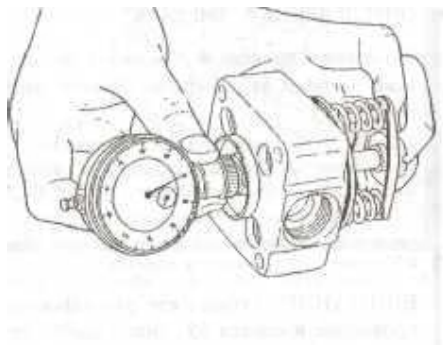

Рис.62. Определение размера "KF"
6. С помощью регулировочных прокладок (48) подберите требуемую величину размера "KF" (рис.62). Прокладки (48) одинаковой толщины устанавливайте под левую и правую пружины плунжера.